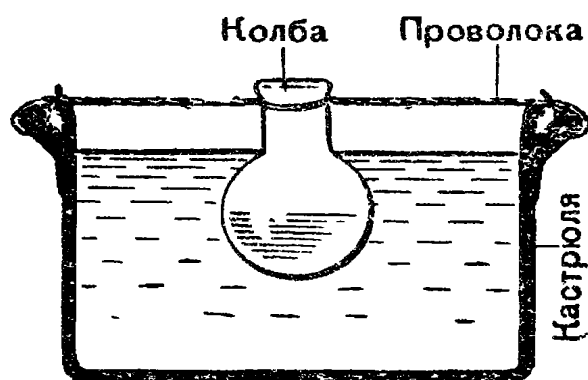

Рисунок 25 – Водяная баня
2.3. Налейте в кастрюлю воду, доведите ее до кипения и ждите расплавления желатина, нагревая его на так называемой «водяной бане» до расплавления (рисунок 25).